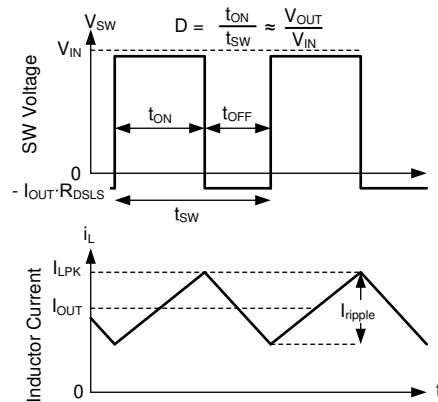

図 7-10. 連続モード (CCM) における SW 電圧とインダクタ電流の波形
LM656x5 の以下の動作の説明は、セクション 7.2 と 図 7-10 の波形を参照しています。両方とも、内蔵ハイサイド (HS) およびローサイド (LS) NMOS スイッチを各種デューティサイクル (D) でオンにすることで、制御された出力電圧を供給します。HS スイッチのオン時間の間、SW 端子の電圧 (V_{SW}) は V_{IN} の付近までスイングし、インダクタ電流 (i_L) は線形的な傾きで増加します。HS スイッチは、制御ロジックによってオフにされます。HS スイッチのオフ時間 (t_{OFF}) の間、LS スイッチはオンにされます。インダクタ電流は LS スイッチを通して放電され、LS スイッチの両端の電圧降下によって V_{SW} をグランドより低い電圧まで強制的にスイングさせます。一定の出力電圧を維持するため、レギュレータループはデューティサイクルを調整します。D は、HS スイッチのオン時間をスイッチング周期で割った値として次のように定義されます。 $D = T_{ON} / (T_{ON} + T_{OFF})$ 。